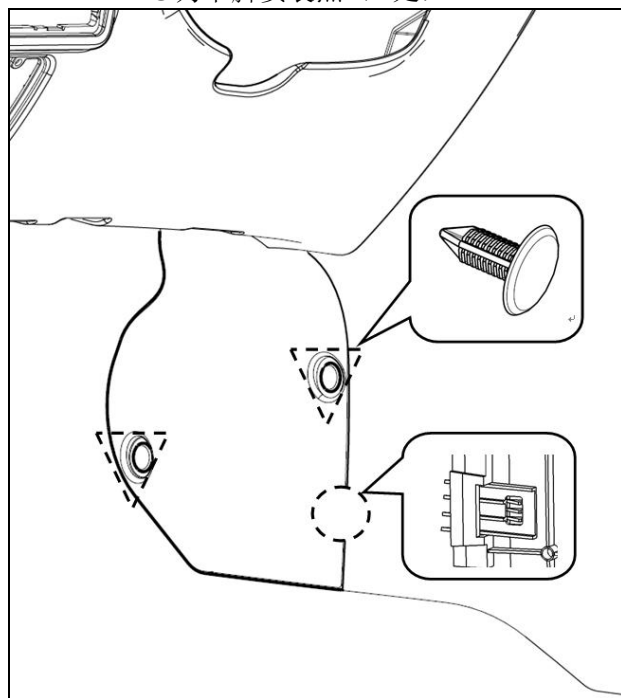

图1-1-9-1 仪表盘左下护板安装结构示意图
- (1) 用头部缠绕柔性胶带(或其它柔性产品)的一字螺丝刀小心的撬起并取下图1-1-9-1所示的2个卡扣;
- (2) 沿缝隙小心的撬起仪表盘左下护板与下本体之间配合的一个卡脚,当卡脚脱